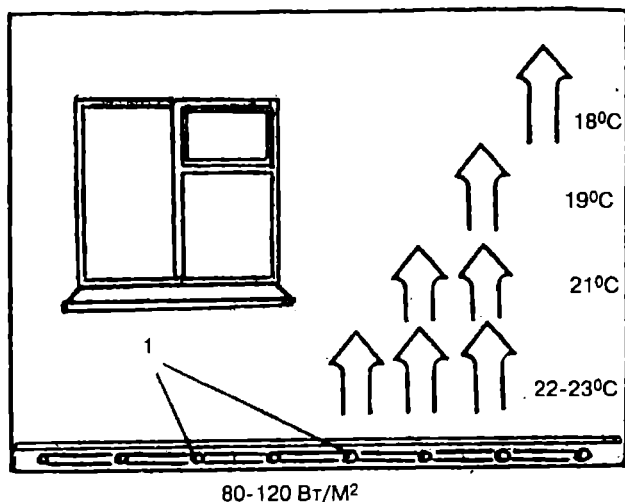

**Рис. 76. Распределение температуры при кабельном отоплении:
2. При кабельном обогреве отсутствуют конвекционные потоки, увлекающие за собой пыль и отрицательным образом сказывающиеся на состоянии здоровья обитателей дома. Нагретый воздух равномерно поднимается снизу вверх по всей площади помещения. Наиболее высокая температура воздуха концентрируется не под потолком, а у пола. С набором высоты температура воздуха понижается: 22-24°C – у пола, 19-20°C – на уровне человеческого роста и 18°C – под потолком (**рис. 76**). Таким образом, при кабельном отоплении распределение температуры по высоте более комфортно, чем при конвекционным способе обогрева.